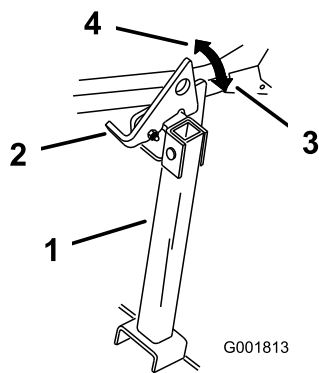

Bild 29
2. Heben Sie den Riegel in die ENTRIEGELTE Stellung an (Bild 29).